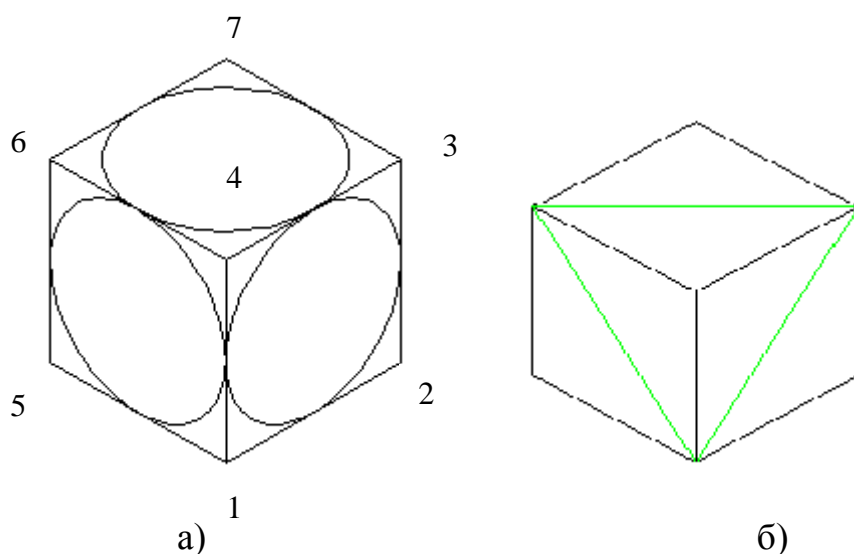

Рис. 25. Пример вычерчивания объекта в изометрии
Пример 1. Вычертить в изометрии куб, ребро которого 60 мм, а в каждую грань вписана окружность радиуса 30 мм (Рис. 25а).
9. С помощью команды **Линия** начертить диагонали граней куба (Рис.25 б).